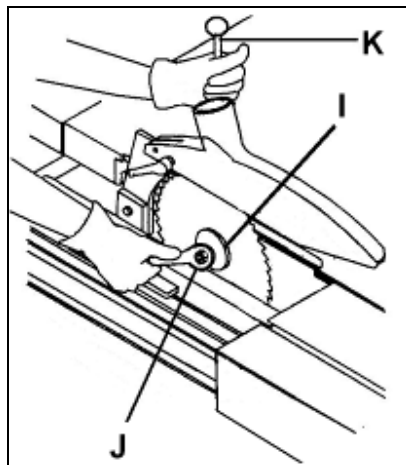

Fig 14
Desserrer l'écrou de serrage (J, Fig 14), tout en bloquant l'arbre de scie avec une goupille (K) pour éviter qu'il ne bouge.